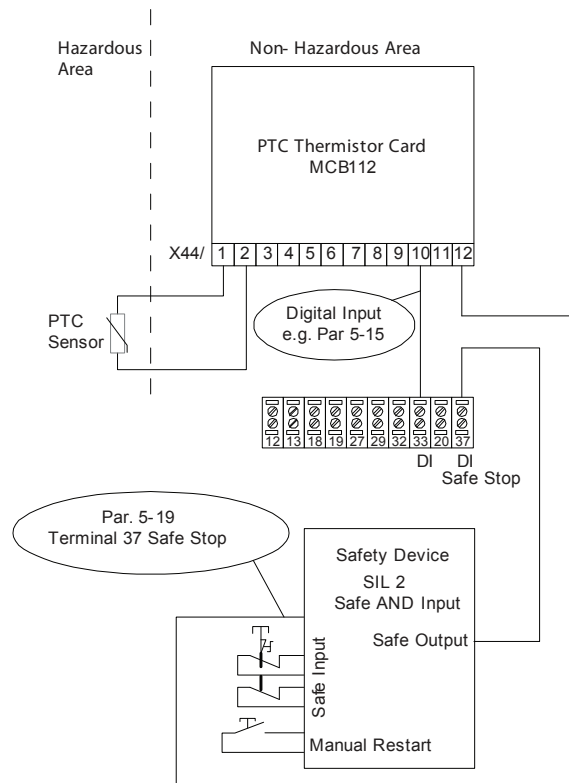

Рисунок 3.3 Совместное использование STO и MCB 112
- Обеспечьте защиту от короткого замыкания для соединения между выходом устройства безопасности с логической схемой «И» и клеммой 37 функции STO, см. Рисунок 3.3.
На Рисунок 3.3 представлен вход перезапуска для внешнего устройства безопасности. Это означает, что в этой установке для параметра 5-19 Клемма 37, безопасный останов может быть установлено значение [7] PTC 1 и реле W или [8] PTC 1 и реле A/W. Подробнее см. Инструкции по эксплуатации платы термистора VLT® PTC Thermistor Card MCB 112.